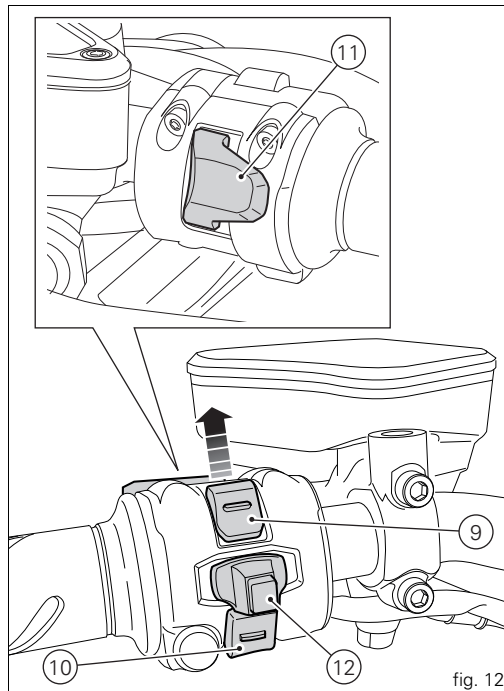

fig. 12
9) BOUTON DE COMMANDE (fig. 12).
10) BOUTON DE COMMANDE (fig. 12).
11) BOUTON D'APPEL DE PHARES FLASH (fig. 12).
12) BOUTON DE DÉSACTIVATION (RESET) (fig. 12).